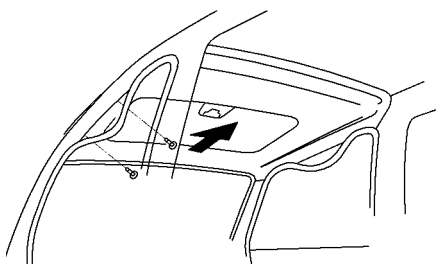

图 17-101 拆下 1 号车顶窗内衬
(11) 拆下 1 号车顶窗内衬。脱开前车门框装饰件的上侧，使用夹扣拆卸工具拆下两个夹扣，然后向后滑出内衬，如图 17-101 所示。